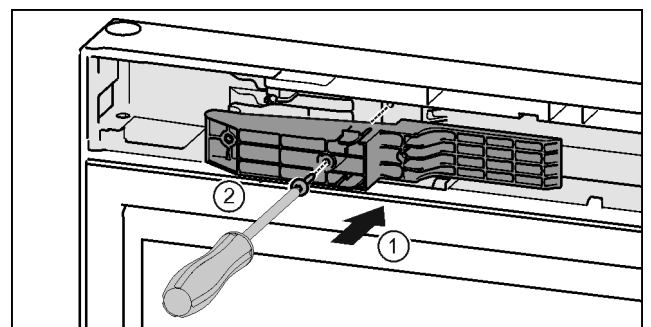

Fig. 48 \*
- ▶ Вставити деталь адаптера в отвір з боку ручки. Fig. 48 (1)\*
- ▶ За допомогою викрутки T15 закрутіть гвинти. Fig. 48 (2)\*